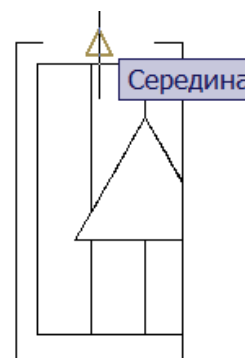

Рис.5.14
- на запрос указания стороны видового экрана для проекции (Side of viewport) щёлкнуть точку (с привязкой **Середина (Midpoint)**) на верхней границе рамки главного вида (рис.5.14);